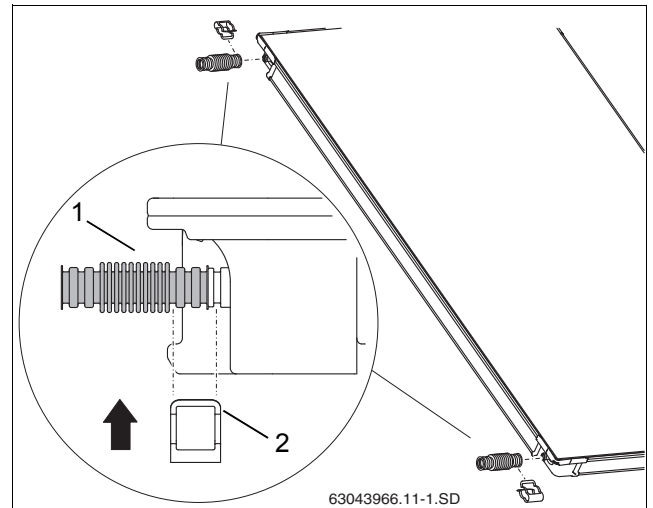

Рис. 25 Монтаж гофрированной соединительной трубы на первом коллекторе
- ▶ Наденьте гофрированные трубы (рис. 25, [1]) на левые штуцеры первого коллектора.
- ▶ Установите зажимы (рис. 25, [2]) для фиксации гофрированных труб на штуцерах коллектора.